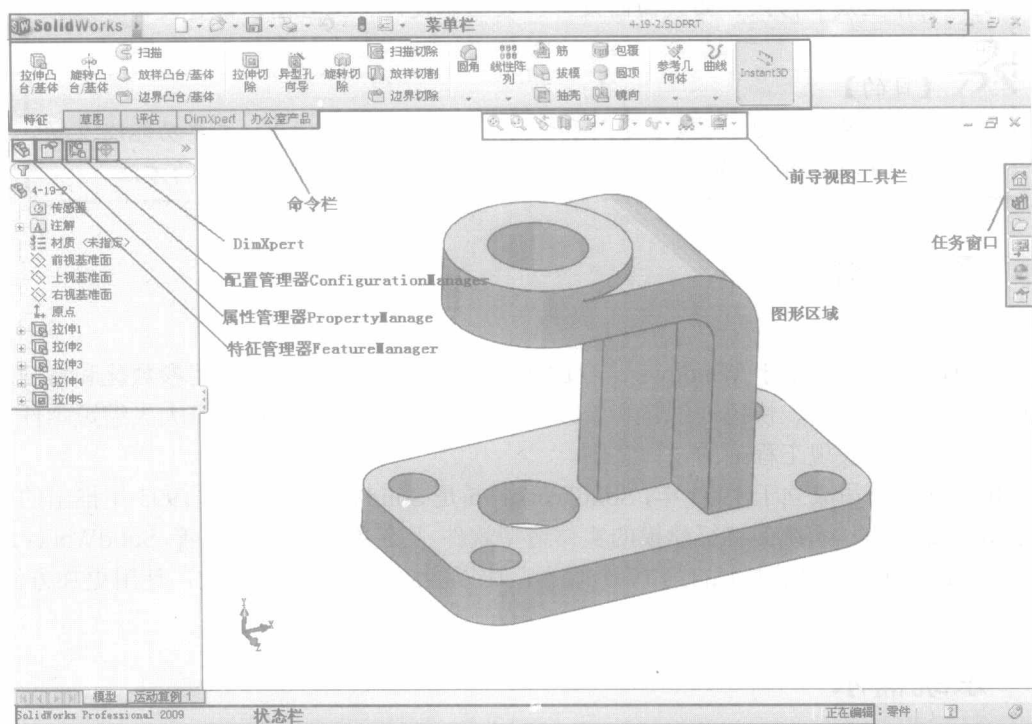

图 1-1 SolidWorks 2009 工作界面
双击 Windows 操作系统桌面上的快捷方式图标^①，或单击桌面左下角的“开始”→“程序”→“SolidWorks 2009”→“SolidWorks 2009 SP0.0”命令，将打开 SolidWorks 2009 软件，显示如图 1-1 所示的工作界面，主要包括菜单栏、图形区域、状态栏、工具栏、特征管理器设计树等。